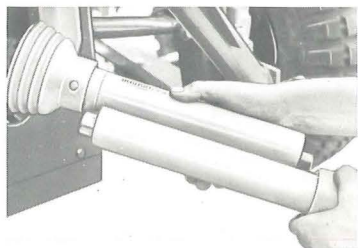

Fig. 7
1. Lors du premier attelage mettre le demi-arbre avant sur l'arbre de la prise de force du tracteur. Ne pas introduire les tubes profilés l'un dans l'autre mais vérifier si les tubes profilés se recouvrent dans la position de travail d'au moins 60 mm et qu'ils ne butent pas sur les croisillons de cardan. Dans le cas de tubes profilés trop longs, il faut raccourcir les deux côtés (fig. 7). Le croisillon de cardan ne doit pas travailler sous un angle de plus de 25° (graisser les tubes profilés). Le dispositif de protection de la prise de force (UC 03 à partir de la machine 276.006) est démontable. Les instructions relatives à ce dispositif se trouvent dans la liste de pièces de rechange.